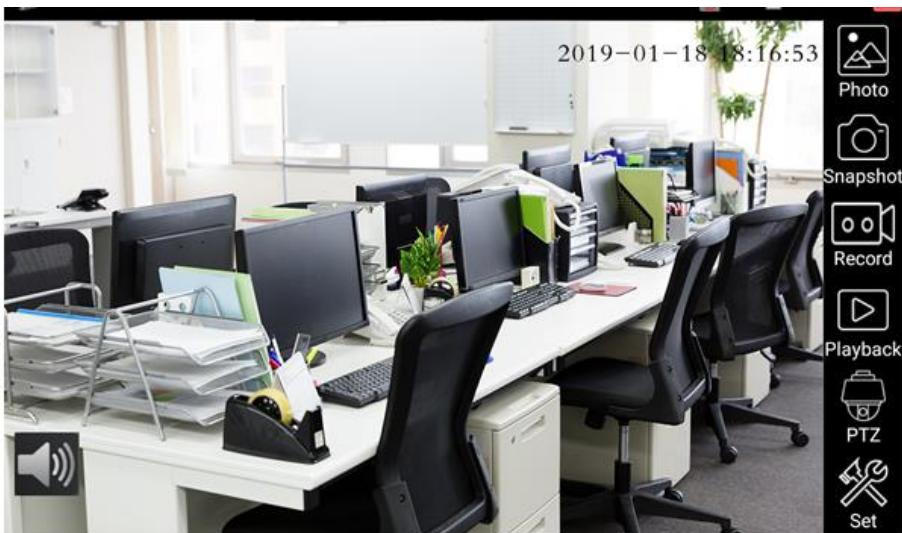

Рис. 59 Пример успешного подключения IP видеокамеры к тестеру
После завершения всех необходимых настроек нажмите Enter (Войти), чтобы просмотреть видео в реальном времени (рис. 59). В случае, если видеокамера подключена неправильно, ошибочно выбраны настройки или IP видеокамера не интегрирована в тесте вы увидите сообщение «Ошибка сети». Нажмите (X), чтобы выйти из режима просмотра изображения и вернуться в интерфейс приложения IPC test.